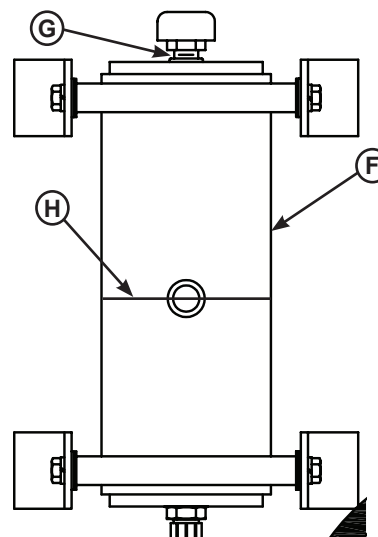

Figura 28
- Revise el nivel de líquido del depósito (consulte la Figura 28 para los modelos SC, o la página 28 para las unidades de alimentación de montaje remoto):